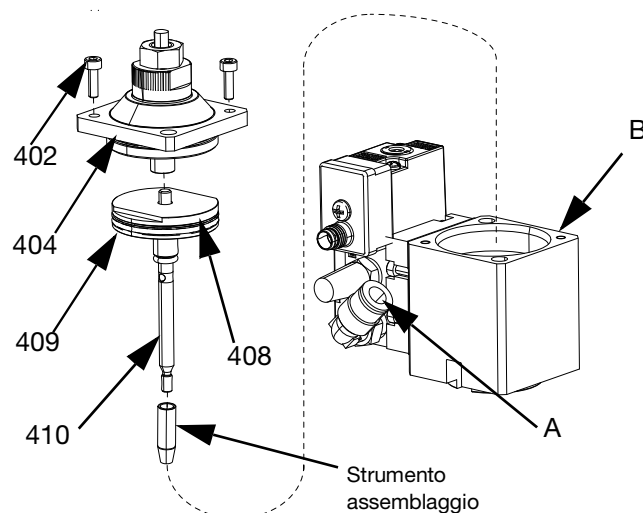

FIG. 23
4. Per assemblare la sezione dell'aria (B) sulle valvole dotate di gruppi ugello di aspirazione posteriore:
- a. Sostituire l'anello di tenuta del pistone (408) se risulta graffiato, tagliato o usurato. Vedere FIG. 23
- b. Applicare il frenafilietti anaerobico blu in dotazione sulla filettatura dell'asta del pistone (410).
- c. Avvitare l'asta del pistone (410) nel pistone (409).
- d. Mettere le parti piatte del pistone (409) in una morsa. Inserire una chiave a brugola nel foro sull'asta del pistone (410). Serrare a una coppia di 0,9-1,1 N•m (8-10 in-lb) Posizionare il dado (417) sull'asta del pistone e serrare a 2,7-4,1 N•m (24-36 in-lbs).
- e. Inserire il gruppo pistone con l'utensile di assemblaggio installato attraverso l'anello di tenuta sul fondo della sezione dell'aria (B).